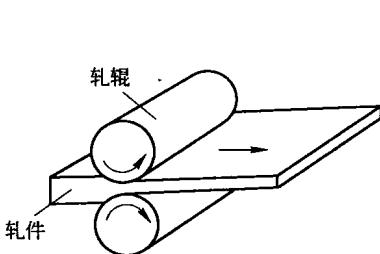

图 1-1 纵轧示意图
(1) 纵轧。即金属在相互平行且旋转方向相反的轧辊缝隙间进行塑性变形，而金属的行进方向与轧辊轴线垂直（图 1-1）。结果使金属厚度减小，而长度、宽度增大，其中长度增大最为显著。